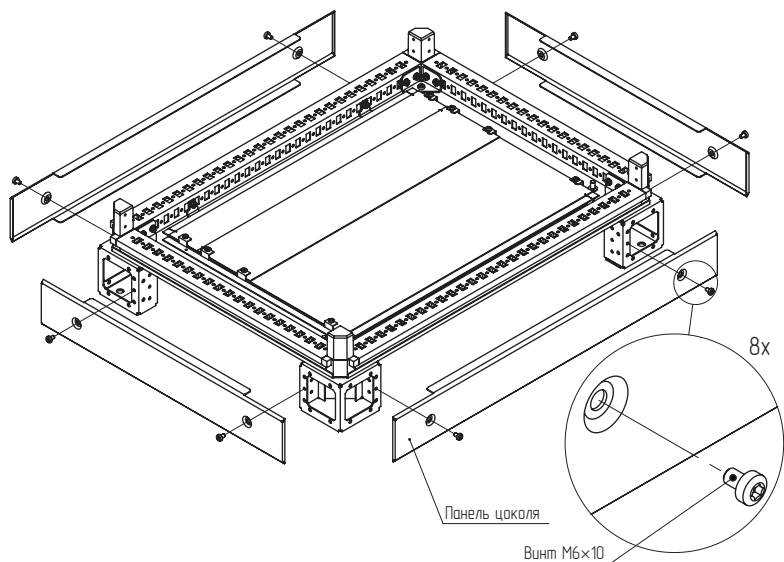

Рисунок 5
4.1.4 Установить панели цоколя на углы цоколя и зафиксировать с помощью винтов М6×10 (Рисунок 5). Момент затяжки – 7 Н·м.